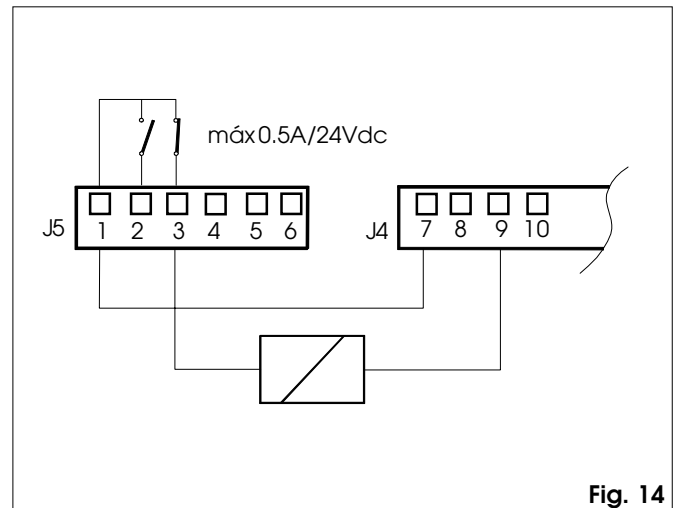

Fig. 14
**3 Electrocerradura - Contacto N.C. (capacidad máx. 0.5 A/24 V) (fig. 14)**